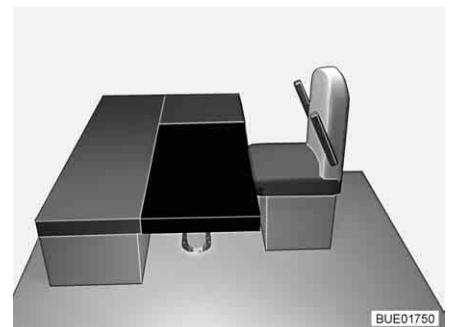

Bild 127 Nach dem Umbau
- Das rechteckige Zusatzpolster auf den Tisch legen (vor die Sitzpolster der Sitzbank, siehe Bild 127).